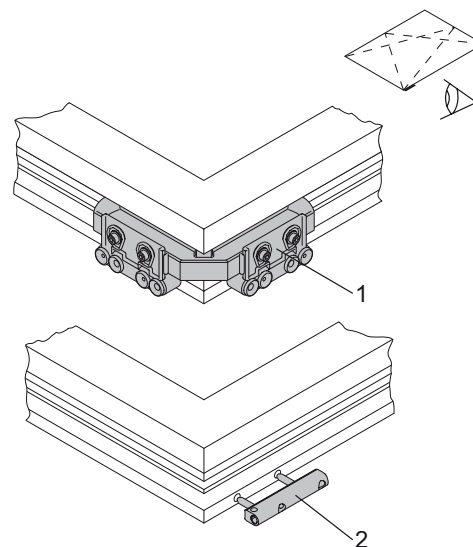

Рис. 7: Нижняя петля на створке FL.KA
11. Монтаж нижней петли на створке FL.KA (Рис. 7):
- Шаблон LE.V.FL.K (1) вставляют в фурнитурный паз и прижимают с силой. Сверлят отверстия сверлом 6 мм. Глубина 20 мм.
- Петлю FL.KA (2) устанавливают в отверстия и крепят двумя шурупами 4,2 мм x 40 мм. Длина шурупов минимум 40 мм.